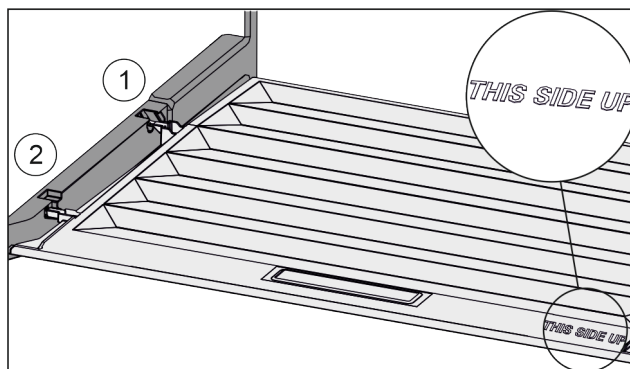

Fig. 129
- Skyv inn dekseltrinn via åpningen til bakre holder Fig. 129 (1) og klikk dem på plass i fremre holder Fig. 129 (2).